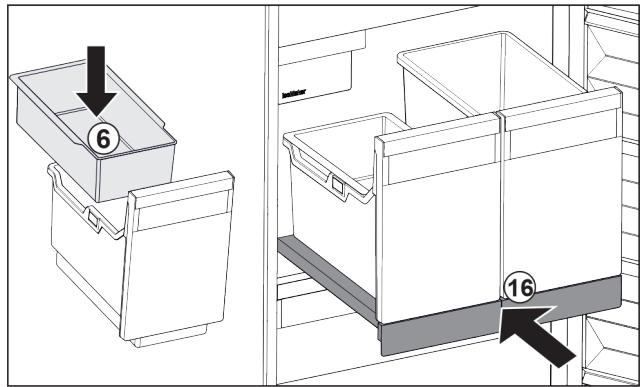

Fig. 32
- ▶ Вставьте навесной лоток *Fig. 32 (6)* для кубиков льда.
- ▶ Вставьте выдвижную панель с контейнером (IceTower). *Fig. 32 (16)*